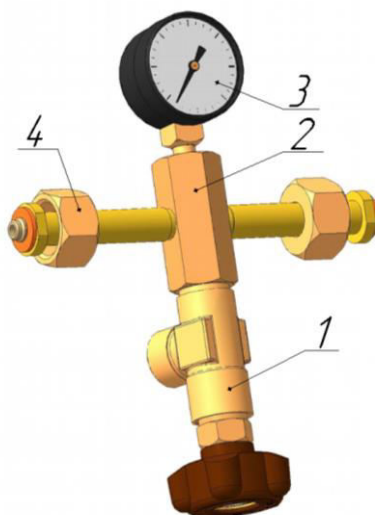

Рис. 1. Устройство заправочное кислородное со сбросным клапаном.
4.1 Устройство заправочное (рис.1) состоит из запорного клапана 1, заправочного узла 2 с установленными манометром 3 для контроля давления и двух штуцеров с накидными гайками 4 для соединения баллонов.